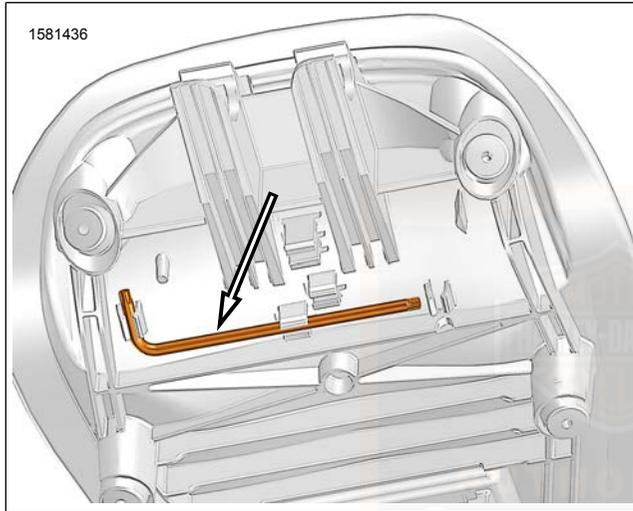

**Abbildung 67. Prüfung der Scheinwerferausrichtung**
1. Siehe Abbildung 67. Das Motorrad auf einer Linie (1) im rechten Winkel zur Wand parken.